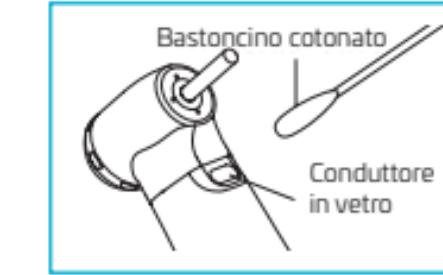

Fig. 5.1
- Trofinare i punti di ingresso e di uscita del conduttore ottico in vetro cellulare con un bastoncino cotonato immerso in alcool. Eliminare ogni residuo ed ogni traccia di olio (Fig. 5.1).